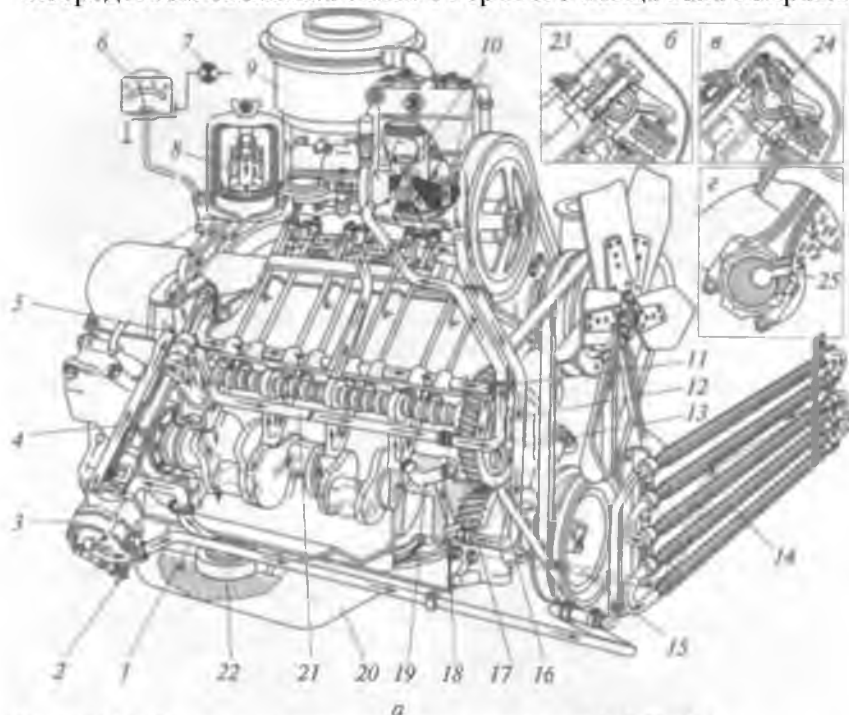

Рис. 1.10. Смазочная система двигателя ЗИЛ-130:
12. Изучить устройство и работу смазочной системы двигателя ЗИЛ-130 (см. рис. 1.10).